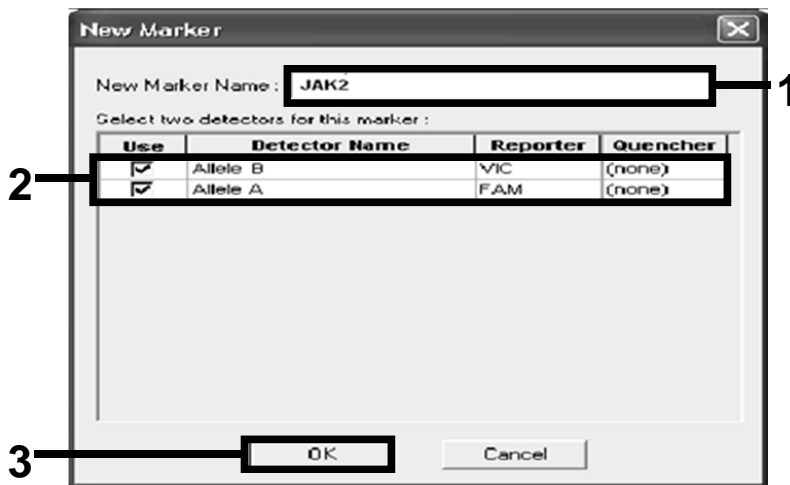

Figura 16. Creazione di marker.
19. Nel campo "New Marker Name" (Nome nuovo marker) della finestra di dialogo "New Marker" (Nuovo marker) digitare *JAK2* (Figura 16). Selezionare i rilevatori "Allele A" e "Allele B" creati ai passaggi 16 e 17 (o già definiti), quindi fare clic su "OK" (Figura 16).